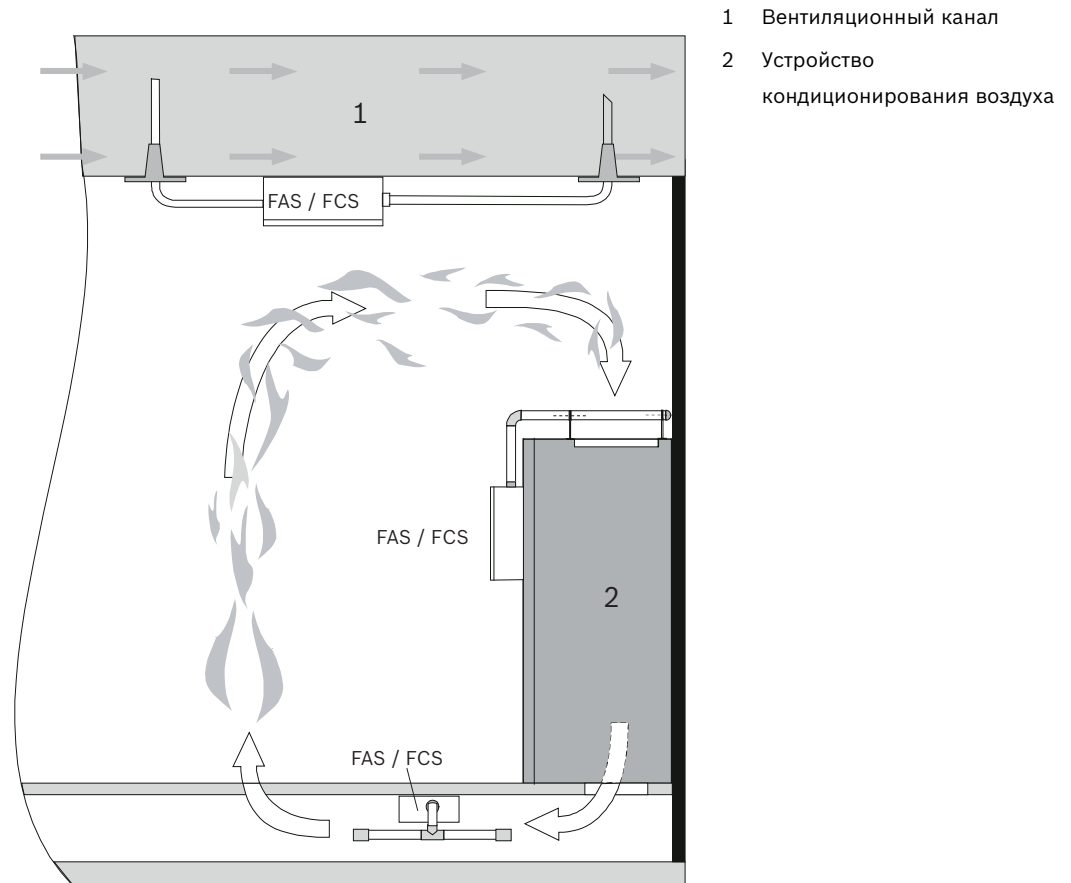

Рисунок 2.2 Варианты защиты устройств кондиционирования и вентиляционных каналов (принцип действия)
- В устройствах кондиционирования воздуха (Рисунок 2.2) или